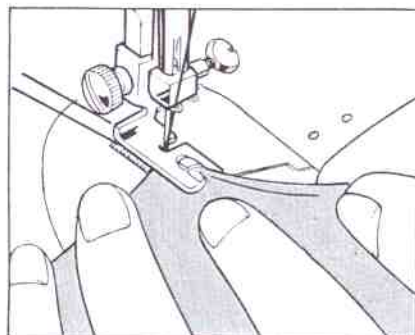

afb. 2
3. Naald in de hoogste stand, schroef van het voetje losdraaien en de zool van de voet naar links verzetten, zodanig dat deze juist naast de ritssluiting uitkomt; schroef weer vastdraaien en de linkerkant van de rits innaaien (naald rechts van de voet, afbeelding 2) en dan afhechten.